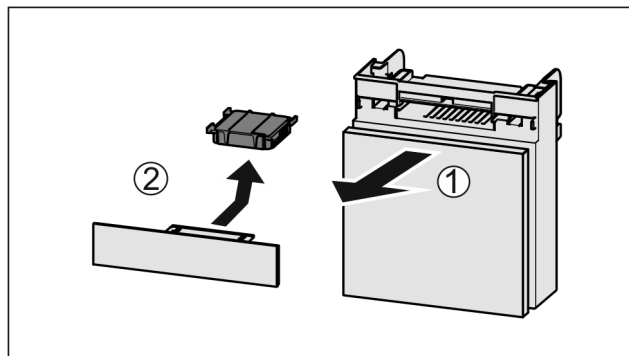

Fig. 80
- ▶ Retire el compartimiento hacia delante Fig. 80 (1).
- ▶ Retire el filtro de carbón activo Fig. 80 (2).